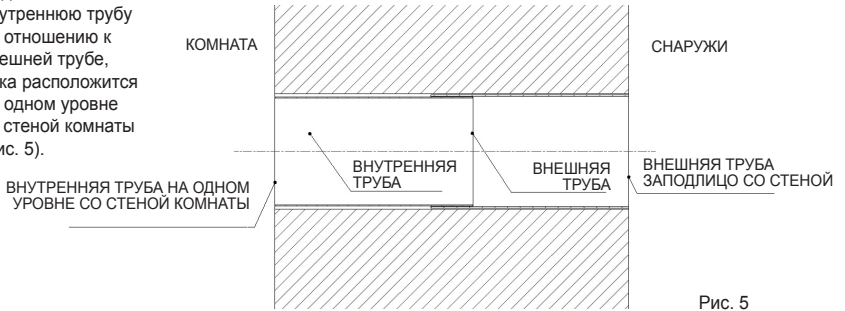

Рис. 5
4. Подвиньте внутреннюю трубу по отношению к внешней трубе, пока расположится на одном уровне со стеной комнаты (рис. 5).